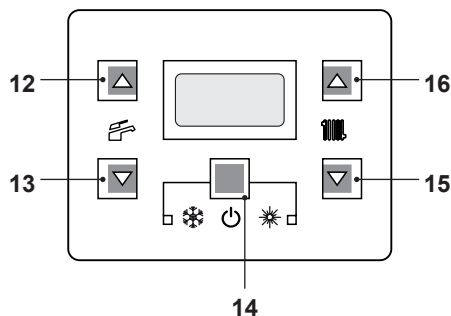

Figura 7.2
- Entrare in "modalità programmazione" premendo contemporaneamente per 10 secondi i tasti 14 - 15 - 16 (Figura 7.2) fino a far apparire sul display LCD le lettere **Pr** che si alternano con il codice **01**, indicanti l'entrata nel "parametro 01" (Figura 7.3).
- Premere contemporaneamente i tasti 15 e 16 (Figura 7.2) fino a far apparire sul display LCD le lettere **LP** che si alternano con il valore di temperatura dell'acqua di riscaldamento (es. **45**), indicanti l'entrata nell'attivazione della "funzione spazzacamino" alla potenza minima (Figura 7.4).
- Premere il tasto 16 (Figura 7.2) per entrare in modalità "spazzacamino alla potenza minima in riscaldamento". Sul display appare **hP** alternato alla temperatura dello scambiatore primario (Figura 7.5).
- Premere il tasto 15 (Figura 7.2) fino a far apparire sul display LCD le lettere **LP** che si alternano con il valore di temperatura dell'acqua di riscaldamento (es. **60**), indicanti l'entrata nell'attivazione della "funzione spazzacamino" alla potenza minima in sanitario (Figura 7.8).
- Spegner la caldaia tenendo premuto per 2 secondi il tasto 14 (Figura 7.2) fino a far apparire sul display LCD il simbolo  (Figura 7.9).